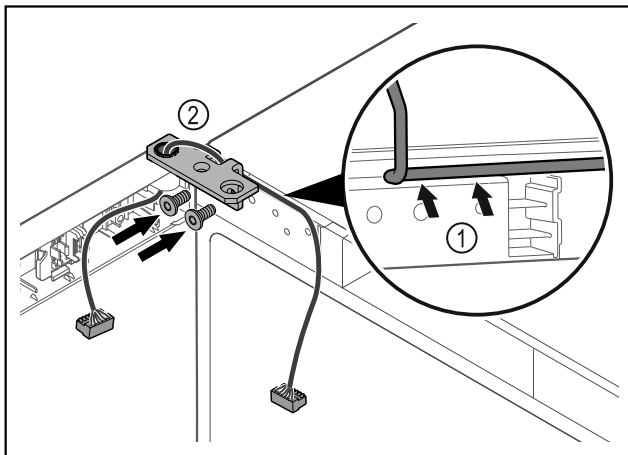

Fig. 43
- Кабель провести через виїмку шарнірного кутика і обережно прокласти Fig. 43 (1).
- Накрутити шарнірний кутик Fig. 43 (2).